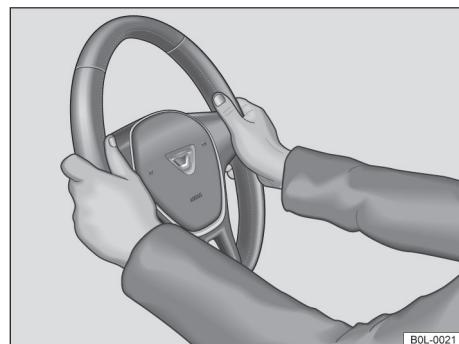

图 57 方向盘上：9 点钟和 3 点钟位置
- 调整方向盘至合适位置，驾驶员稍弯肘即可握在方向盘轮缘外侧的 9 点钟和 3 点钟位置 → 图 57。
- 驾驶车辆时驾驶员双手务必始终握在方向盘缘的 9 点钟和 3 点钟位置 → 图 57，以减轻驾驶员正面安全气囊触发时对驾驶员的伤害程度。